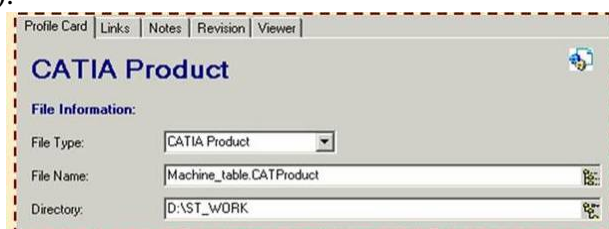

Рис. 8.3. Привязка файла к объекту
- ◆ Во время заполнения паспорта объекта можно указать файл, относящийся к этому объекту (рис. 8.3).